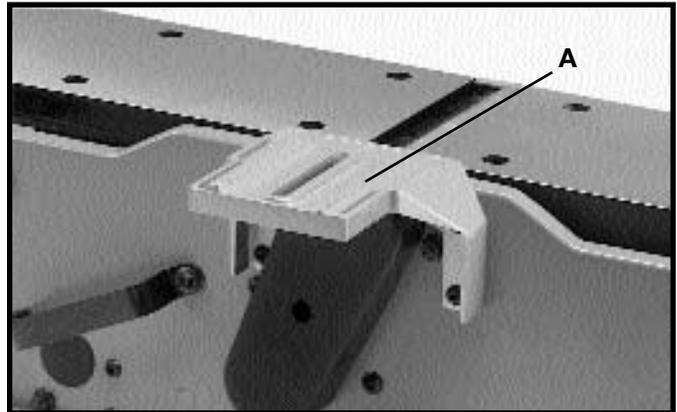
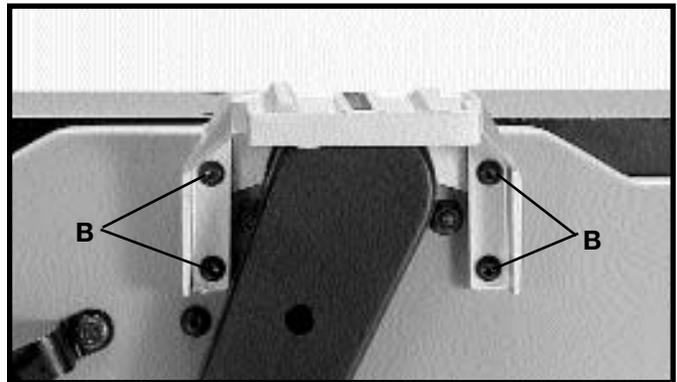

Fig. 5
Fig. 6
1. Ensamble el soporte de montaje de la guía (A) Fig. 5 a la base de la machimbradora utilizando los cuatro tornillos de cubeta de cabeza redonda de 5/8 pulg. (B) Fig. 6.